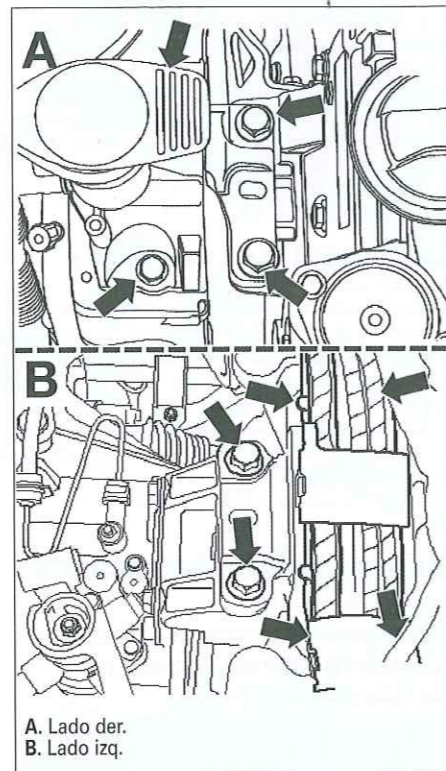

Fig. 77
- Desmontar los soportes de motor y de caja (Fig.77).